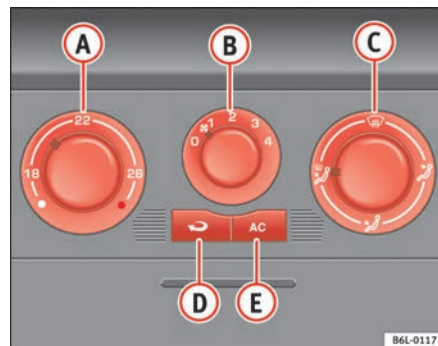

Fig. 91 Mandos del Aire Acondicionado en el tablero de instrumentos
- Desconecte el sistema de refrigeración con la tecla ⇒ fig. 91 (AC) (se apaga el testigo de la tecla).